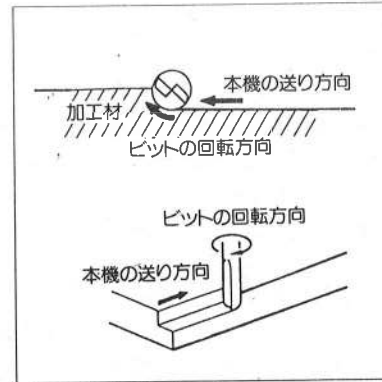

図7
- 材料の側面を加工するときは、本機の送り方向に向かって加工面がビットの左側に来るようにして加工をしてください。(図7参照)
- ④本機の送り速度が速すぎると、モータやビットの損傷を招くだけでなく、加工面がきたなくなります。逆に遅すぎると、加工面にこげ跡が付くことがあります。本機の適切な送り速度は、材料・ビットの種類および切り込み深さによって異なりますので、実際の材料を加工する前に、不要となった材料を加工して、適切な送り速度をつかんでください。